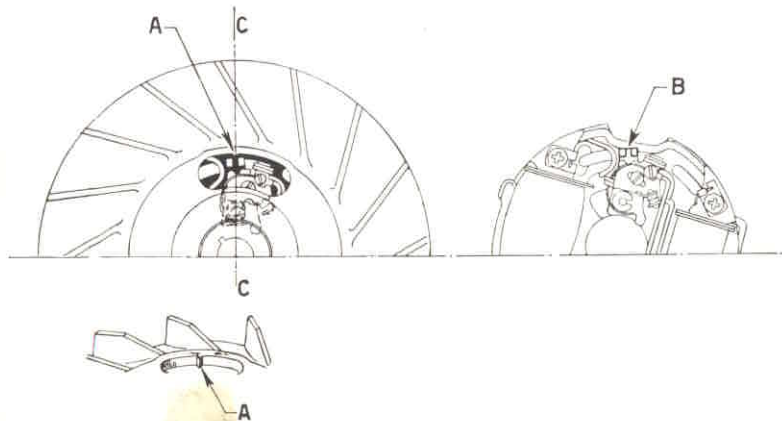

Fig. 56/1
- Aplicar el disco graduado T.0023466, el indicador T.0030259, el indicador fijo « B » y el dispositivo T.0027533 (ver fig. 56).